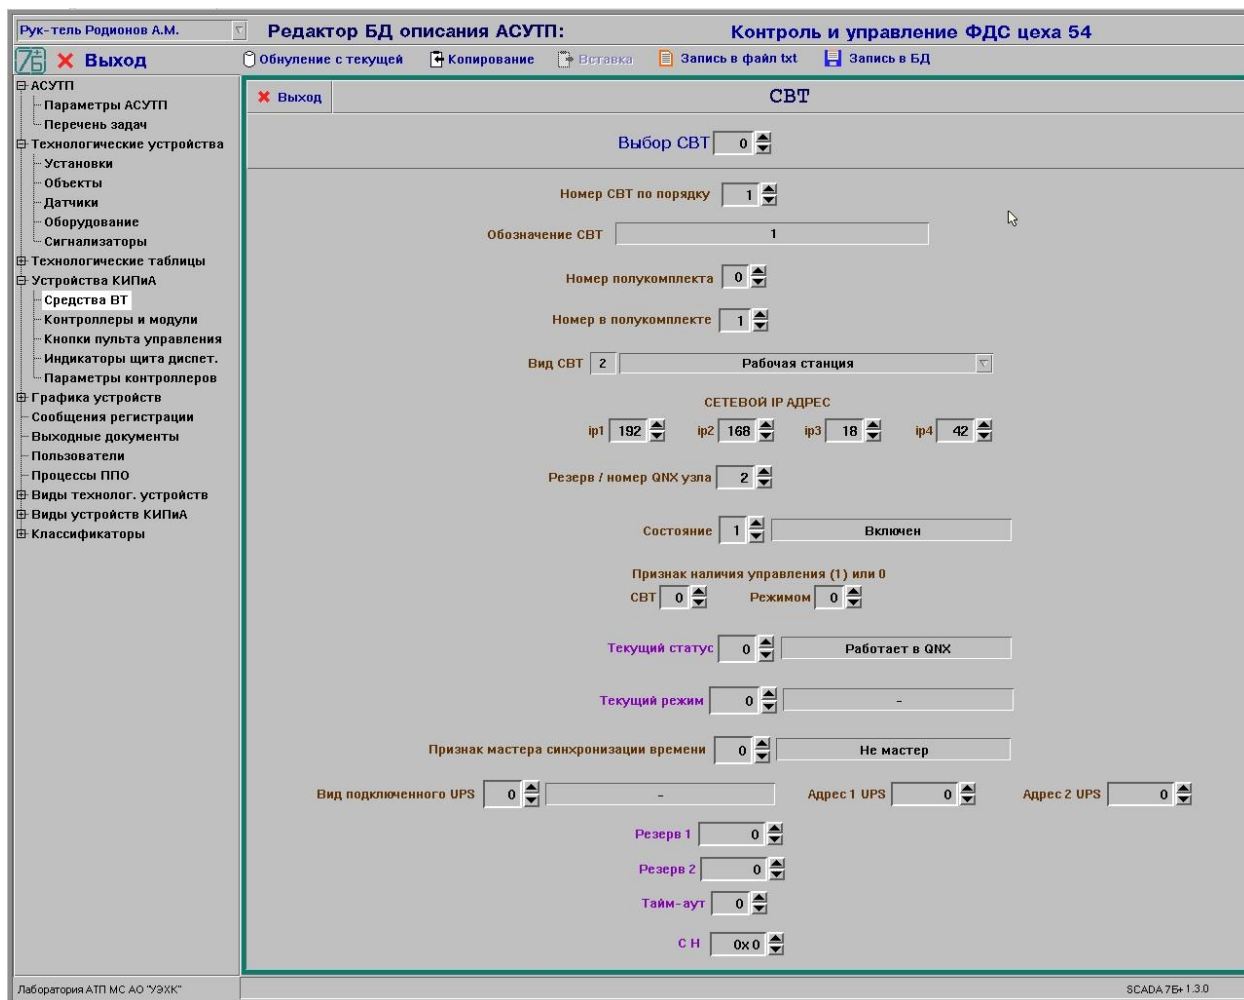

Рисунок 9 - Окно редактирования описания СВТ
8.7.1 После выбора в иерархическом списке темы «СВТ» (группа тем «Устройства КИПиА») на экране будет отображено окно редактирования параметров СВТ (см. рис. 9).